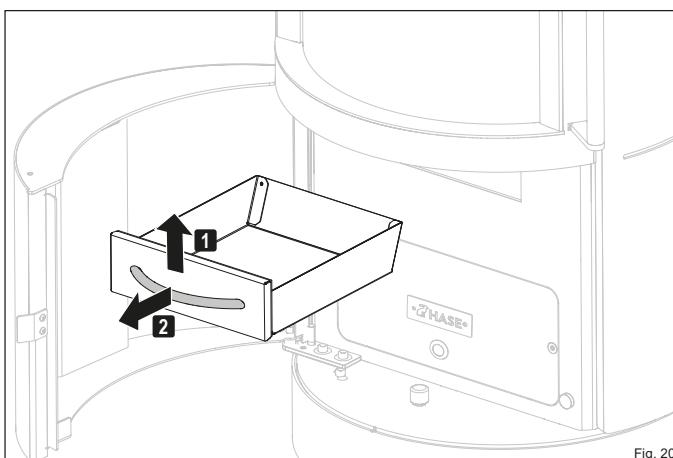

Fig. 20
- ▶ Tirez le bac à cendres hors de l'ouverture par le capot (Fig. 20). Videz les cendres dans un récipient résistant au feu.
- ▶ Tirez le bac à cendres hors de l'ouverture par le capot (Fig. 20). Videz les cendres dans un récipient résistant au feu ou passez l'aspirateur.
- ▶ Tirez le bac à cendres hors de l'ouverture par le capot (Fig. 20).